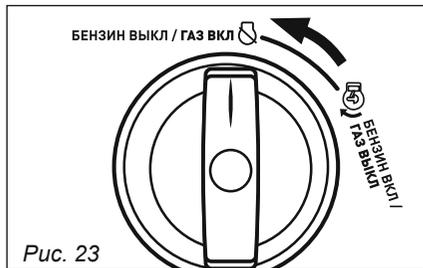

Рис. 23
- Переведите переключатель в положение «**ГАЗ ВКЛ**» (рис. 23), дайте двигателю поработать на холостом ходу до момента самопроизвольной остановки двигателя;
2. Переведите переключатель в положение «**ГАЗ ВКЛ**» (рис. 23).
**ВНИМАНИЕ!** После окончания работы независимо от вида используемого топлива, переведите переключатель в положение «**ГАЗ ВКЛ**» (рис. 23).
2. Поверните переключатель в положение «ГАЗ ВКЛ» (рис. 23).